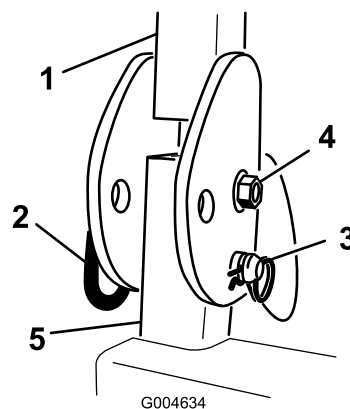

Bild 4
1. Nehmen Sie die Splints und die beiden Stifte vom Überrollbügel ab (Bild 4).
2. Richten Sie den Überrollbügel ganz auf und setzen Sie die beiden Stifte ein. Befestigen Sie die Stifte mit den Splints (Bild 4).